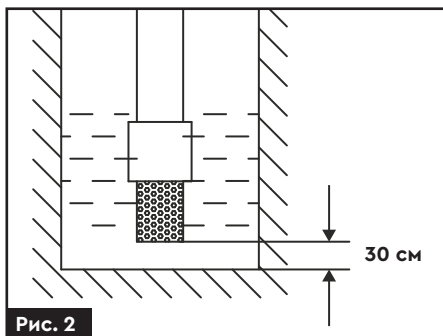

Рис. 2
- › Для запобігання потрапляння піску і каміння в насосну частину, встановіть зворотний клапан з фільтром грубого очищення, вертикально на відстані 30 см від дна водного резервуару (рис. 2).